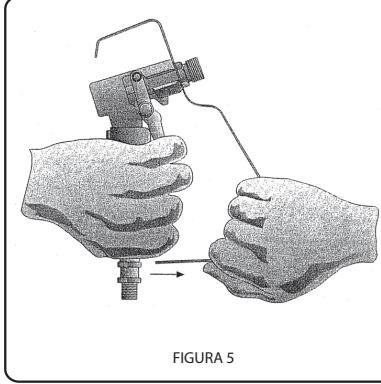

FIGURA 5
- 2 Soltar guardamanos (figura 5).